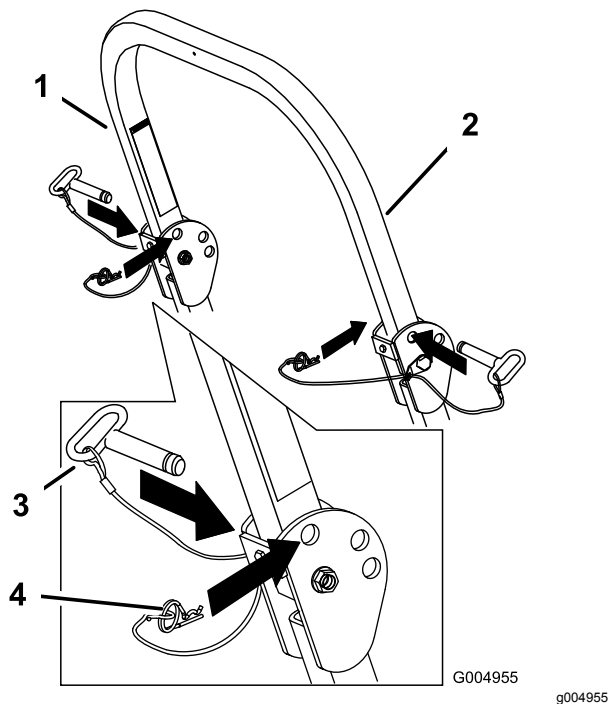

Figura 10
1. Remova os contrapinos e os dois pinos (Figura 10).
3. Instale os 2 pinos e fixe-os com os contrapinos (Figura 10).
4. Para levantar a barra de segurança, remova os contrapinos e os dois pinos (Figura 10).
5. Levante a barra de segurança na vertical, instale os dois pinos e fixe-os com os contrapinos (Figura 10).